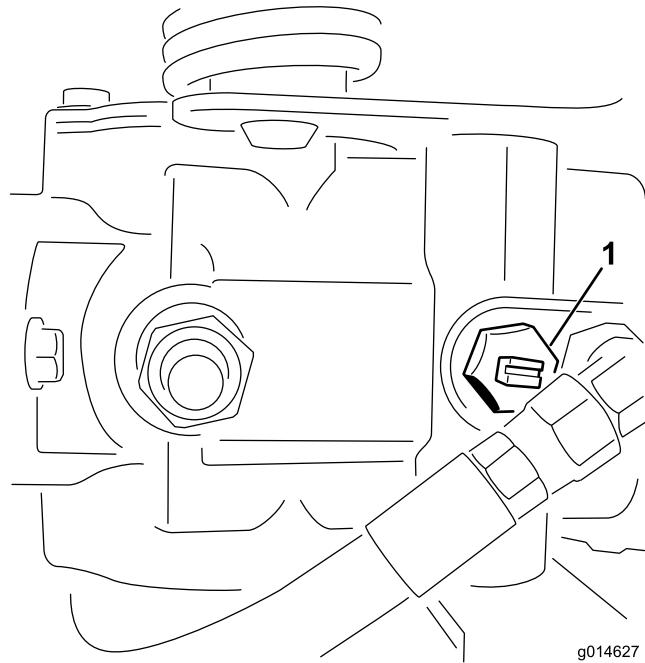

図 40
1. 油圧ポンプについているバイパスバルブ（図40）の溝が「縦」になるようにバルブを回転させる。
2. エンジンを始動する時には、必ずバイパスバルブ（図40）を閉じる（溝が横向きになる）。バルブを開けたままでエンジンを掛けないこと。